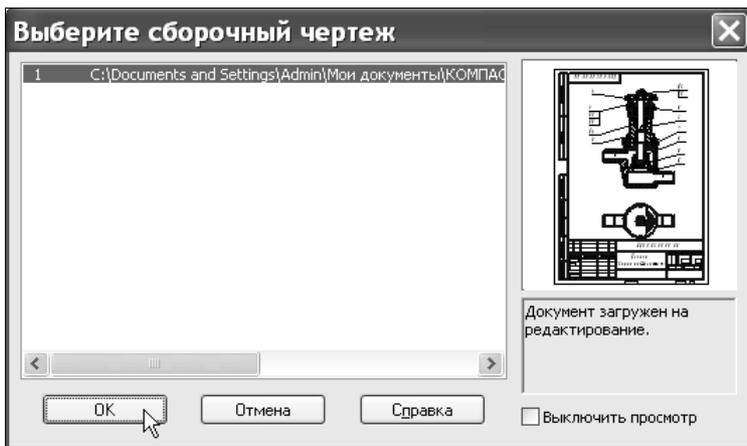

Рис. 9.108. Диалоговое окно **Выберите сборочный чертеж**
5. В диалоговом окне **Выберите сборочный чертеж** подтвердите выбор нажатием кнопки **ОК** (рис. 9.108).